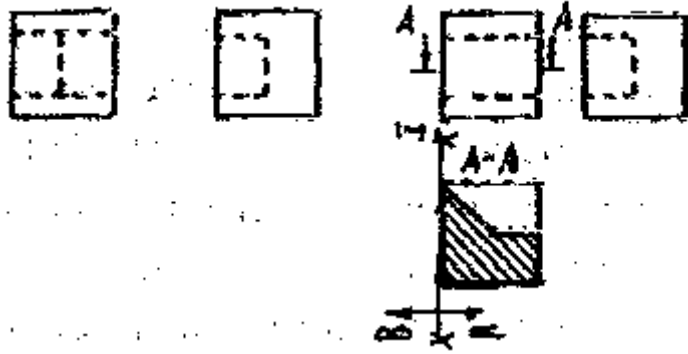

Рис. 1.1 Построение третьей проекции детали
6. третью проекцию детали по двум заданным (один из возможных вариантов), как показано на рис.1.1, решение задания в двух вариантах повышает уровень оценки;